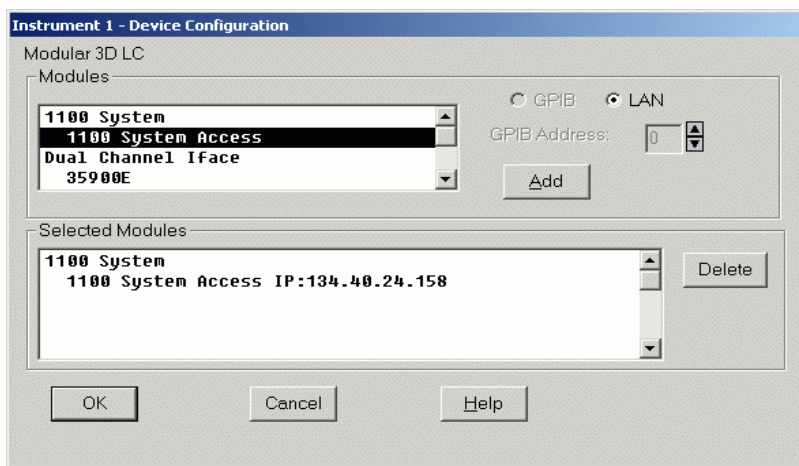

Figure 32 Editeur de configuration de la ChemStation Agilent : Dialogue de configuration du matériel
- 8 Dans la boîte de dialogue Device Configuration (configuration du périphérique), sélectionnez "1100 System Access" dans la liste proposée (voir la Figure 32, page 104). Sélectionnez le bouton radio LAN (réseau local).